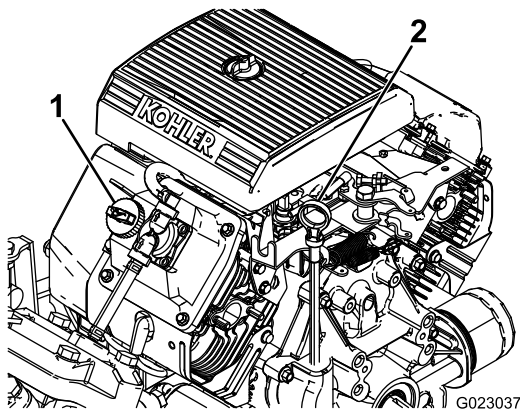

Figura 11
2. Retire a vareta e limpe-a com um pano limpo (Figura 11).
4. Se o nível de óleo estiver baixo, deverá retirar a tampa de enchimento da cobertura da válvula (Figura 11) e deitar óleo na abertura até que o nível suba até à marca "Full" (Cheio) da vareta; consultar Verificação do óleo do motor (página 40) acerca do tipo e viscosidade do óleo. Adicione o óleo lentamente e verifique o nível com alguma frequência durante o procedimento. Não encha demasiado.